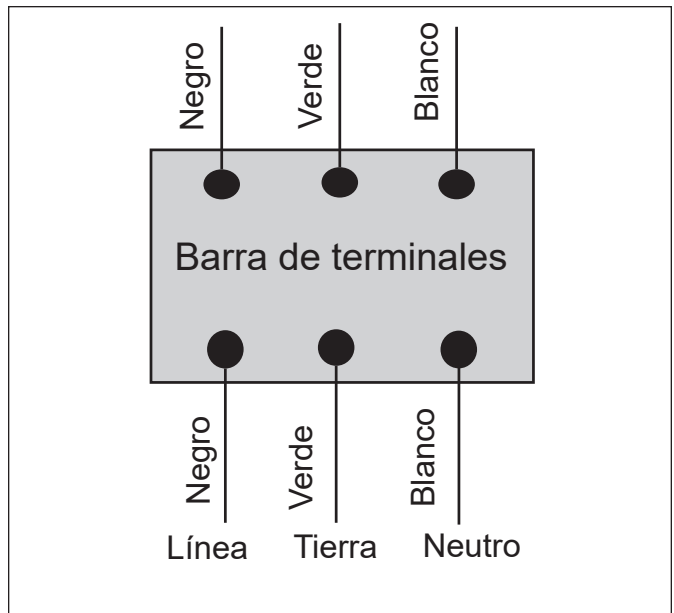

Figura 8. Cableado de fábrica de LX2 para unidad de 110 voltios
- Para el funcionamiento a 110 voltios, conecte el cable blanco a la línea blanca del neutro. Después, conecte el cable negro a la línea negra de suministro eléctrico. Consulte la Figura 8.